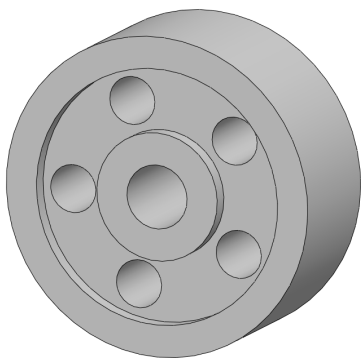

图 14-30 创建拉伸切除特征
(7) 退出草图绘制环境，单击【拉伸切除】按钮，选择新绘制的草图，弹出【切除-拉伸】属性管理器，设置【终止条件】为【完全贯穿】选项，单击【确定】按钮，即可创建拉伸切除特征，如图 14-30 所示。